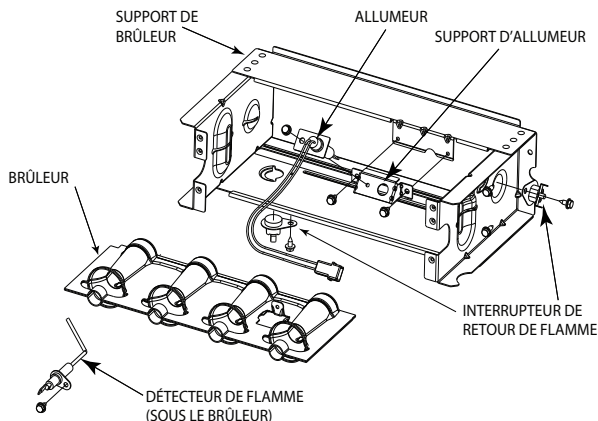
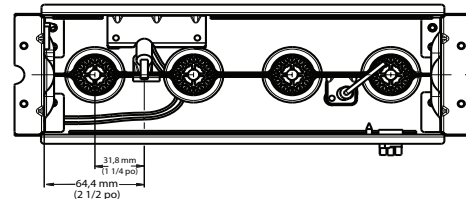
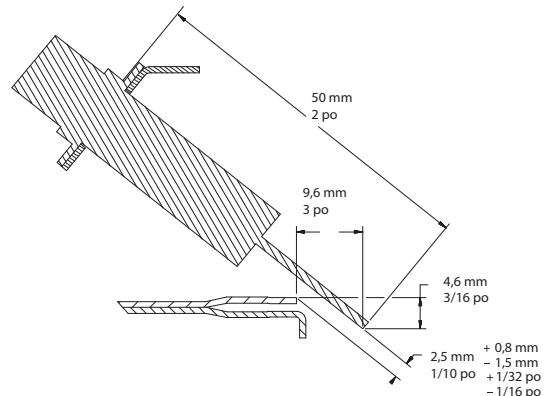

Fig. 67 – Ensemble du brûleur
Fig. 68 – Position de l'allumeur - vue du haut
Fig. 69 – Position de l'allumeur - vue latérale
Consultez la Fig. 67.
8. Vérifiez l'alignement de l'allumeur. Consultez la Fig. 67, la Fig. 68 et la Fig. 69.
L'allumeur n'a **PAS** besoin d'une inspection annuelle. Vérifiez la résistance de l'allumeur avant son retrait. Consultez la Fig. 67, la Fig. 68 et la Fig. 69.
- a. À l'aide d'un tournevis 1/4 po, retirez les deux vis qui fixent le support de fixation de l'allumeur à l'ensemble du brûleur (consultez la Fig. 67).
7. Rebranchez le faisceau de l'allumeur sur l'allumeur en disposant les fils de façon à vous assurer qu'il n'y a aucune tension sur l'allumeur lui-même. Consultez la Fig. 67.